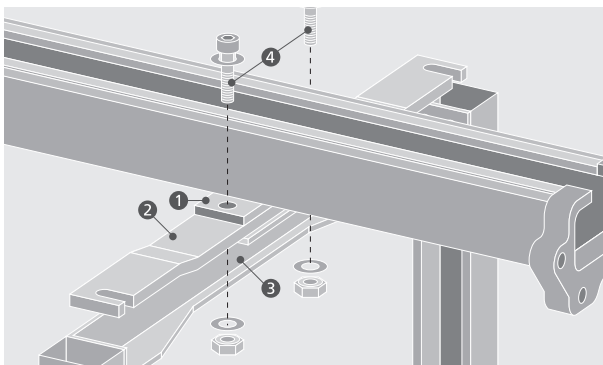
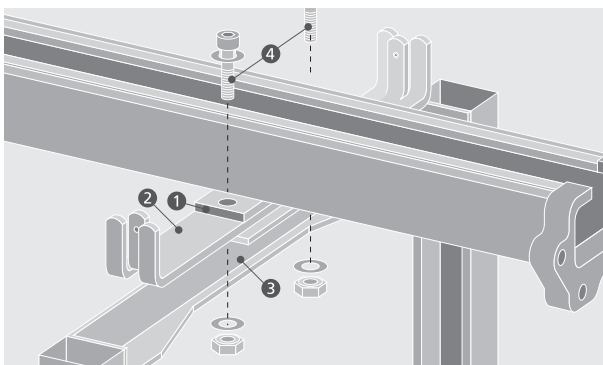
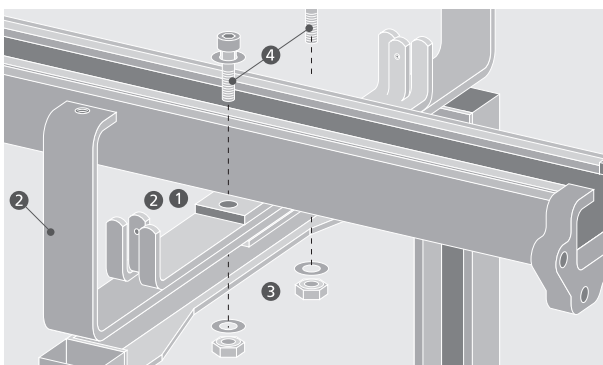

Abbildung 5.4.1
Abbildung 5.4.2
Abbildung 5.4.3
- Lochbild der Plättchen (1), der Querstreben (2) und der Stütze (3) zur Deckung bringen, Zylinderschrauben (4) einstecken und selbstsichernde Muttern festdrehen. Unterlegscheiben verwenden. Anzugsdrehmoment 21 Nm (Abb. 5.4.1 für Seitenabstützung PS), (Abb. 5.4.2 für Seitenabstützung PL), (Abb. 5.4.3 für Seitenabstützung PL mit Profolführung).